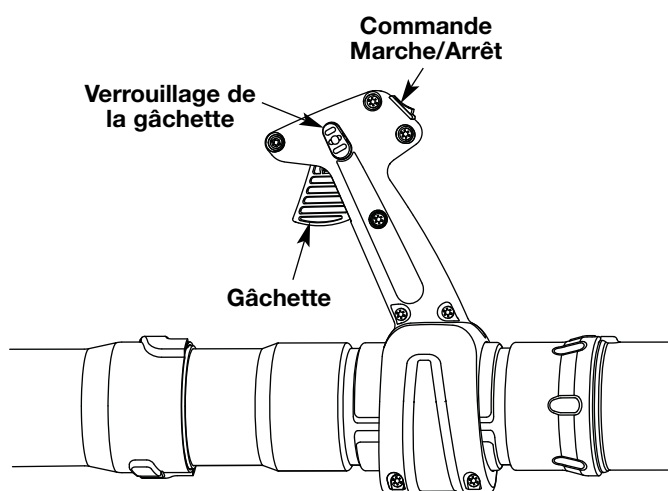

Fig. 15
REMARQUE: L'appareil devrait être démarré au ralenti. Ne pas appuyer sur la manette pendant le démarrage (Fig. 15).
DÉMARRAGE À CHAUD: Si le moteur est déjà chaud, mettre le levier de l'étrangleur en **position 3** et tirer sur le cordon pour redémarrer. **L'appareil devrait être démarré au ralenti. Ne pas appuyer sur la manette pendant le démarrage** (Fig. 15).
2. Appuyer et maintenir la commande Marche/Arrêt enfoncée en position ARRÊT (O) jusqu'à ce que le moteur soit complètement arrêté (Fig. 15).
- Utilisez le verrouillage de la manette (Fig. 15) pour maintenir cette dernière enfoncée pour en faciliter l'opération continue.